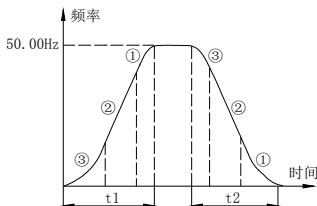

图 7-2 S 曲线加减速
**1：S 曲线加减速方式。**输出频率按照 S 形曲线递增或递减，如图 7-2 所示。
S 曲线起始段时间如图 7-2③所示，输出频率变化的斜率从 0 逐渐递增。
S 曲线上升段时间如图 7-2②所示，输出频率变化的斜率恒定。
S 曲线结束段时间如图 7-2①所示，输出频率变化的斜率逐渐递减到 0。